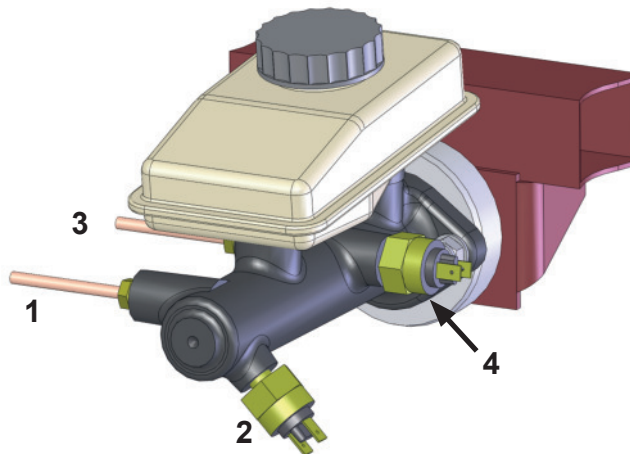

Fig. 2
- It is important that the metal line that goes to the front wheels are threaded in the end of the master cylinder farthest away from the plunger. The rear line should go into the hole closest to the master cylinder push rod. Now screw in both switches. Note the brake switch come out of the side of the master pointing down. See Fig.2
- Achten Sie darauf, dass die Bremsleitung der Vorderachse an den, in Fahrtrichtung, hinteren linken Anschluss (1) des Hauptbremszylinder kommt und einer der Bremslichtschalter auf den tieferen linken Anschluss (2).
- Die Leitung der Hinterachse und der andere Bremslichtschalter kommen an die, in Fahrtrichtung, vorderen Anschlüsse (3) und (4). Siehe Fig.2